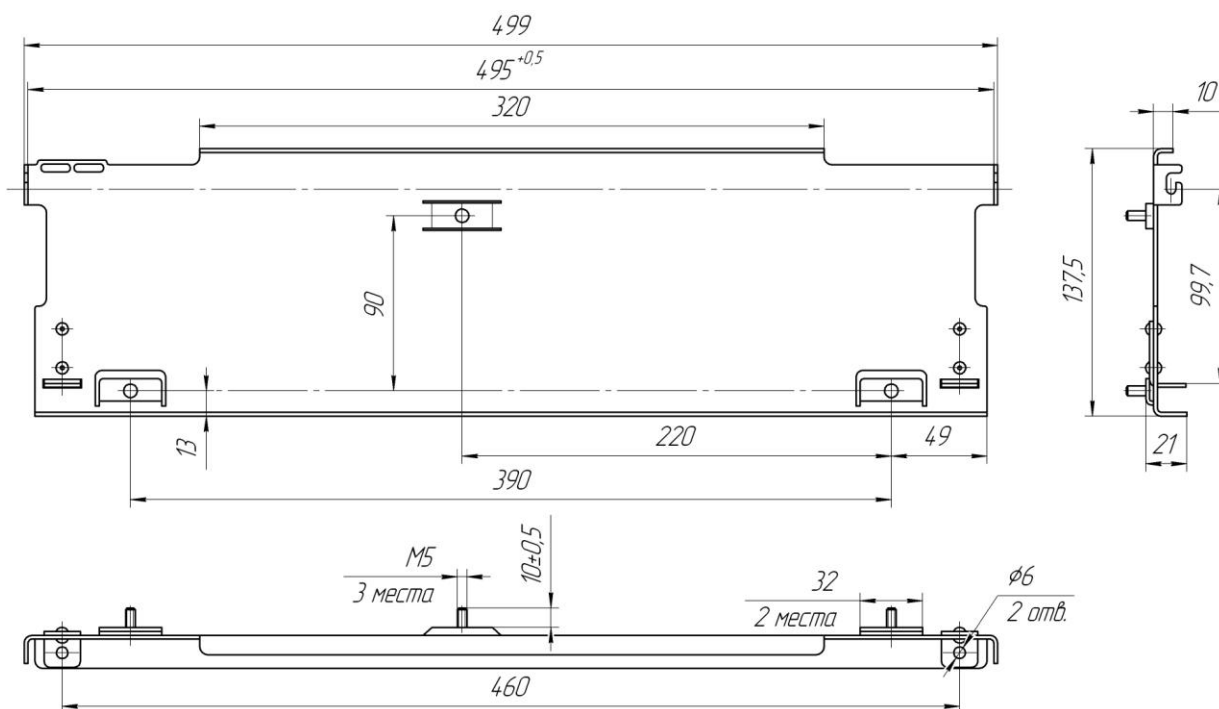

Рис.3 Кронштейн панели АДБ.741120.029
Рис.3а Установка панели на кронштейн АДБ.741120.029. Вид сбоку
4.4.1 Установить кронштейн панели информационной АДБ.741120.029 на вертикальную стенку в штатном месте салона вагона [см. рис.3]. После установки панели на кронштейн (см. п.п.4.5.4) зафиксировать кабели питания и сети Ethernet стяжками [см. рис.4]. Технологические отверстия в кронштейне закрыть заглушками самоклеящимися. Стяжки и заглушки входят в комплект поставки кронштейна.